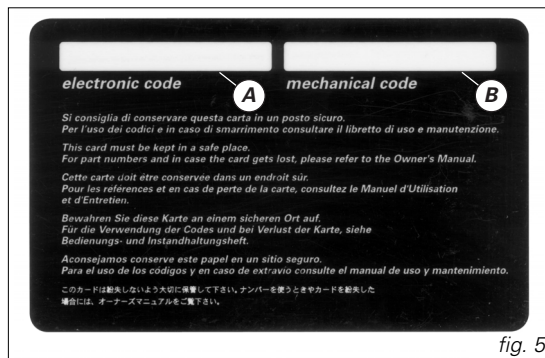

fig. 5
A) (fig. 5) le code électronique, à utiliser en cas de démarrage d'urgence;
B) (fig. 5) le code mécanique des clés, à communiquer au réseau d'assistance DUCATI, en cas de demande de doubles des clés.